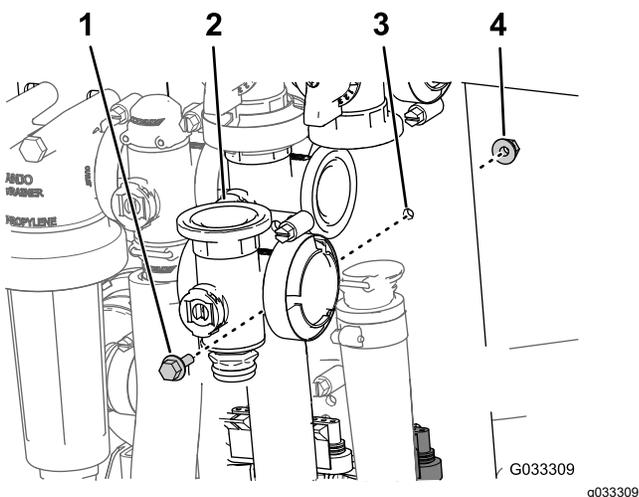

图 73
3. 卸下将主喷洒臂段阀固定至阀安装座的凸缘头螺栓和凸缘锁紧螺母然后从机器中拆下阀歧管 **图 73**。